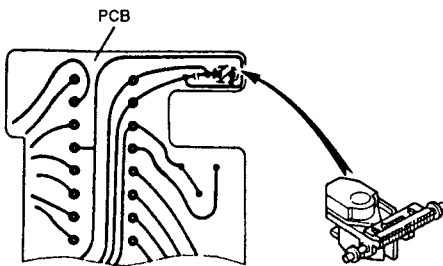

Fig. 4-1
- Before removing the pickup assembly be sure to solder -bridge where indicated in the inset (Fig. 4-1) to prevent the laser diode from being electrostatically damaged. After replacing the pickup assembly, be sure to unsolder the antistatic bridge. Or else the laser diode does not function.
- ピックアップ ASSY を外すときは、レーザーダイオードの静電破壊防止のため、必ず斜線部分 (Fig. 4-1) を半田ブリッジしてから作業をしてください。また、取り付けの場合も取り付け後に半田ブリッジを外してください。